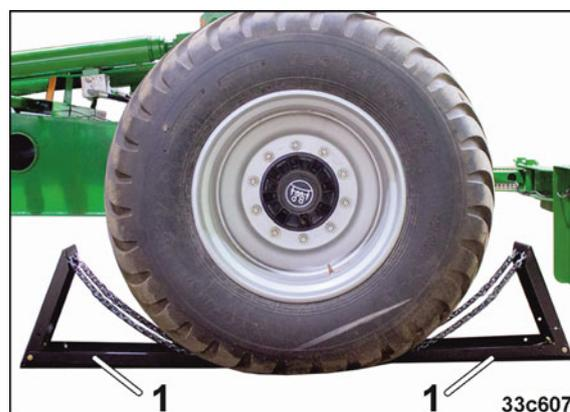

Рис. 108
1. Проверьте, чтобы машина была зафиксирована противооткатными упорами для колес (Рис. 108/1).